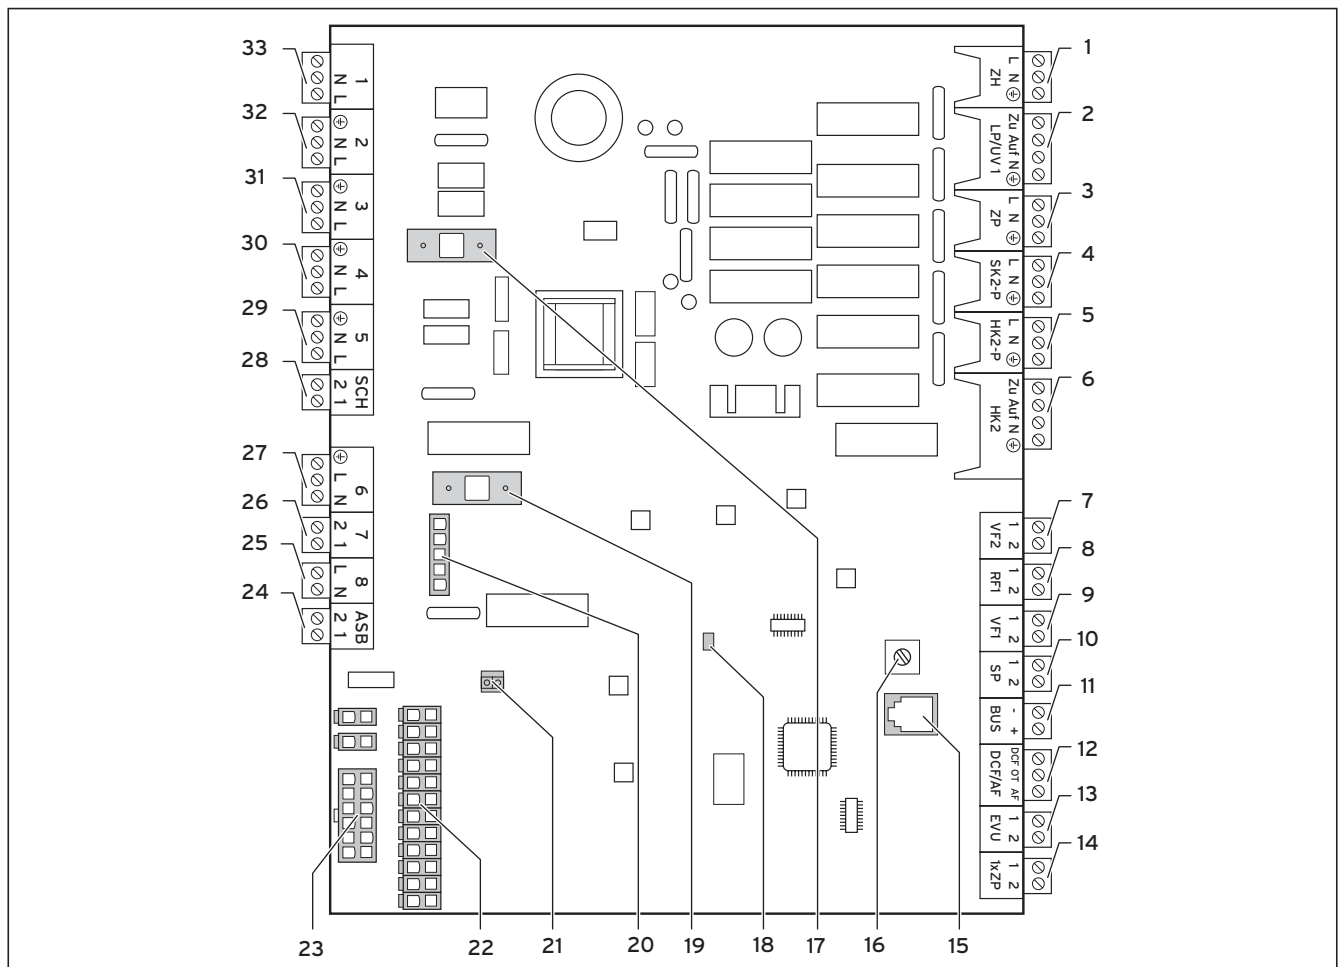

Fig. 6.6 Carte du régulateur
- Raccordez les câbles à l'alimentation secteur principale (1).
- Raccordez le relais signal de commande centralisé à la borne de raccordement 13 « EVU », si prescrit par la compagnie d'électricité. Ce signal permet de bloquer la pompe à chaleur en circuit fermé (cf. fig. 6.6).
- Raccordez les câbles d'alimentation permanente à l'alimentation secteur au tarif normal (2).
- Raccordez les câbles d'alimentation à tarif réduit à l'alimentation secteur à tarif réduit (1).
La borne de raccordement « SK2-P » (cf. fig. 6.6, réf. **4**) permet de commander les vannes d'arrêt des circuits de chauffage qui doivent être exclus du mode de refroidissement (salle de bains, p. ex.).